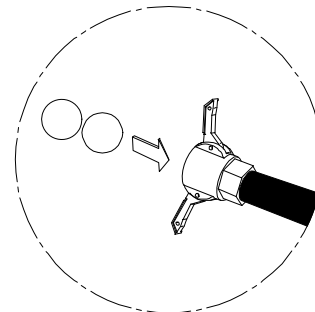

ABB. 10
- In die noch mit Material gefüllten Schläuche zwei Waschwämme einführen und den Schlauch an die Sammelleitung anschließen (Abb. 10)